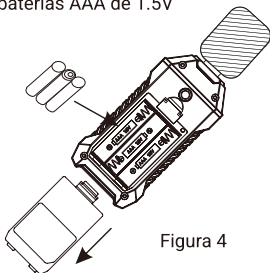

Figura 4
1. Abrir la tapa de la batería e instalar 3 baterías AAA de 1.5V (Figura 4).